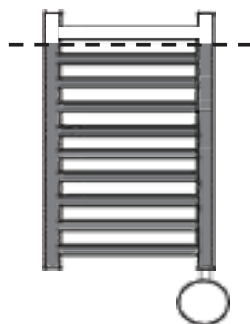

FIG. 4
- 6) Poner el radiador de nuevo en posición vertical y ver el nivel de líquido en el interior (fig. 4)